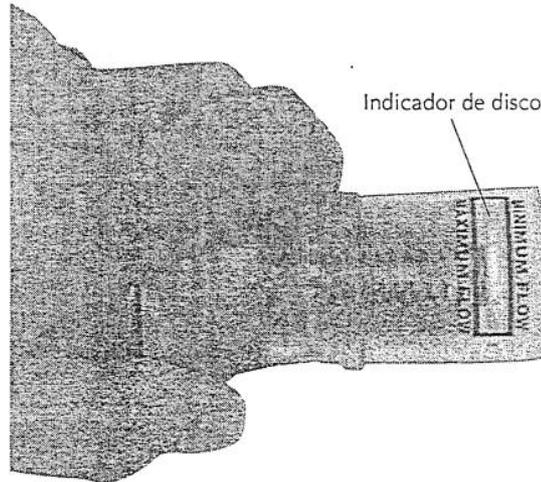

Figura 11 - Flujo indicado en el flujómetro.
3. Gire la perilla de ajuste en el regulador de flujo hasta que el indicador en el flujómetro se encuentre entre el flujo máximo y mínimo (Consulte la Figura 11).